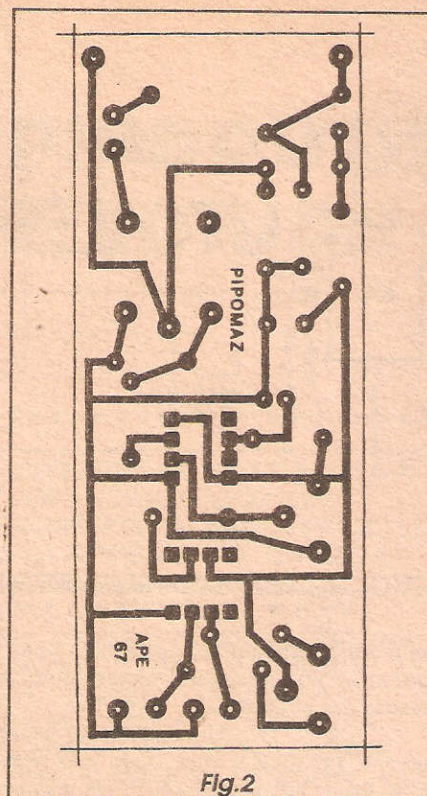

Fig. 2
- FIG. 2 - LAY OUT DO CIRCUITO IMPRESSO ESPECÍFICO - Para quem já confeccionou uma ou duas plaquinhas antes, a realização do impresso específico para a PIPOMAZ não deve apresentar a menor dificuldade, já que embora não muito pequena, a placa é absolutamente descomplicada e descongestionada. A partir do diagrama de ilhas e pistas, visto em escala 1:1 (tamanho natural) na figura,